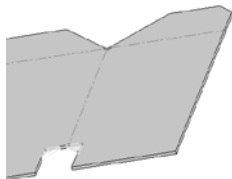

图 7-83 选择要折断边角的边线和法兰面
- 3) 选择边角线。在图形区域中选择要折断边角的边线或法兰面, 如图 7-83 所示。